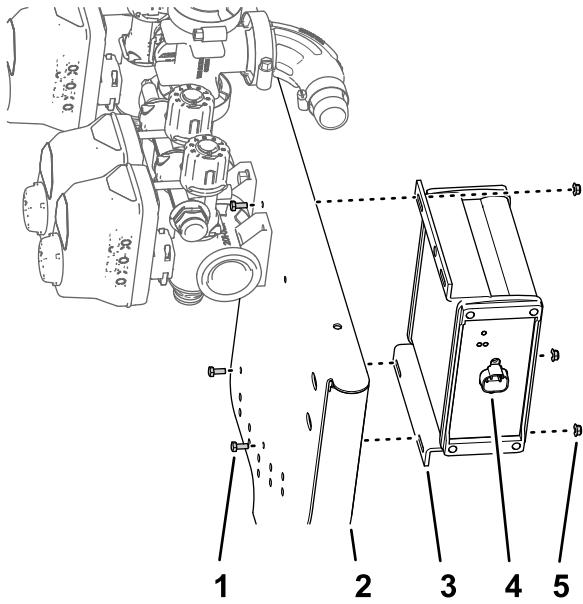

Bild 97
1. Fluchten Sie das ASC 10-Sprühsteuergerät mit der Vorderseite der Ventilbefestigung aus; der 4-Stift-Stecker sollte außen sein (Bild 97).
2. Befestigen Sie das Sprühsteuergerät mit den vier Schrauben (3 mm x 10 mm) und vier Sicherungsbundmuttern (3 mm) an der Ventilbefestigung (Bild 97).